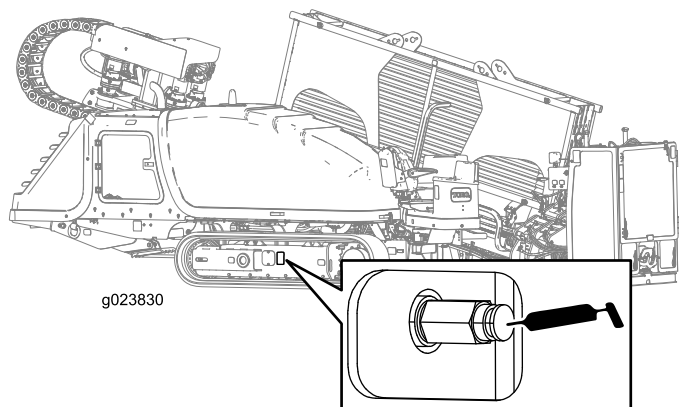

Figura 139
2. Retire la suciedad y los residuos de alrededor de la válvula de grasa del sistema de tensado de la oruga (Figura 139).
4. Aplique grasa al engrasador hasta que la tensión alcance los 310.26 bar (4,500 psi), según se muestra en Figura 139.
4. Gire la válvula de grasa del sistema de tensado de las orugas en sentido antihorario **no más de una vuelta** (Figura 139).